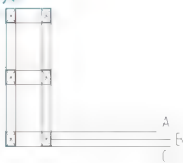

图 5.90 绘制找平层和面层
(2) 启动【偏移】命令,将混凝土垫层的边线分别向上偏移 20mm 和 30mm,形成找平层和面层,结果如图 5.90 所示。
(3) 单击【绘图】工具栏上的【图案填充】图标或在命令行输入“H”后按 Enter 键,打开【图案填充和渐变色】对话框。
① 选择填充类型为【预定义】,然后单击【图案】文本框右侧的按钮,打开【填充图案选项板】对话框,选择【其他预定义】选项卡中的 AR-SAND 图案。
② 设置角度为“0”,比例为“0.3”。
③ 单击【图案填充和渐变色】对话框右上角的【选择对象】按钮,对话框消失。
④ 在选择对象或拾取内部点(K)/删除边界(B):提示下,选择图 5.90 中的 B 线和 C 线。